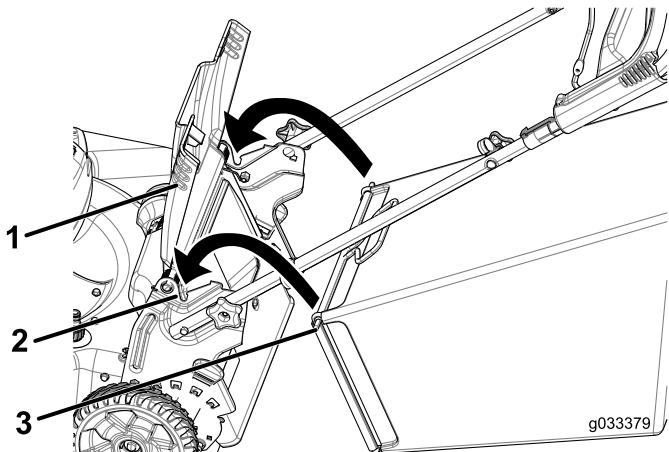

Рисунок 21
- Поднимите и удерживайте задний отражатель (Рисунок 21).
- Установите мешок для сбора скошенной травы и убедитесь в том, что стержни мешка вошли в пазы на рукоятке (Рисунок 21).